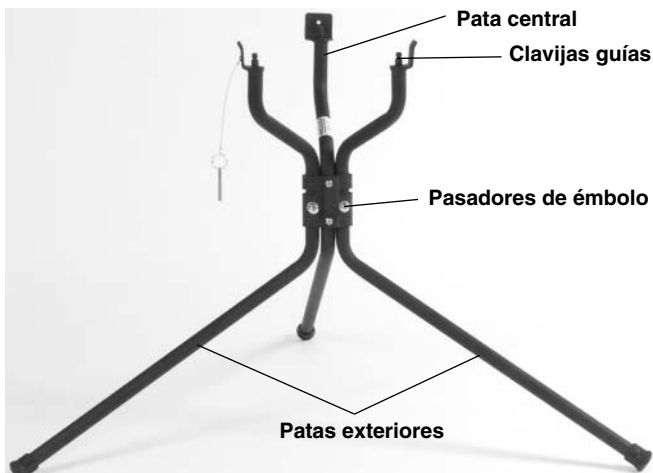

Figura 3 – Soporte Modelo 120 en posición ABIERTA
- Abra las dos patas exteriores del Soporte No. 120 hacia fuera hasta que los pasadores de émbolo enganchen (Figura 3). Asiente el Soporte en el suelo.
- Levante la Roscadora de las manijas derecha e izquierda y móntela sobre el Soporte No. 120. Asegure de colocar la base de la máquina sobre las clavijas guías en la parte superior de las patas del Soporte (vea la Figura 3). La pata central del Soporte se alinea debajo del dispositivo de centrado trasero de la máquina.